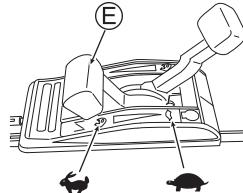

Abb. 12
- Vergewissern Sie sich, dass niemand hinter Ihnen steht, wenn Sie am Startergriff (V) ziehen.
- Umfassen Sie den Startergriff (V) mit festem Griff, wenn Sie daran ziehen.
- Lassen Sie den Startergriff (V) langsam zurück in die Ausgangsposition.
- Lassen Sie den Motor etwas warmlaufen, bevor Sie die Maschine verwenden. Nach dem Warmlaufen des Motors können Sie mit dem Mähen beginnen, indem Sie den Gashebel (E) auf "P" stellen. (Siehe Abb. 12)